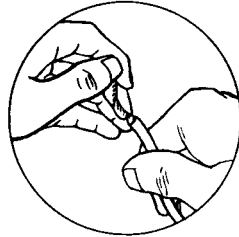

Fig. 6
6. Twist small wires together, clockwise (Fig. 6).
6. Tuerza los alambres finos a la derecha (Fig. 6).